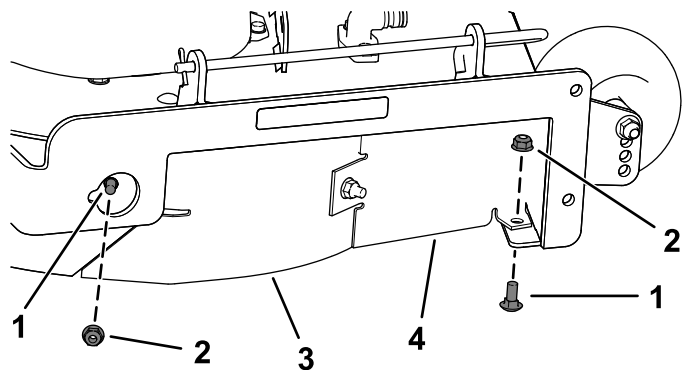

Рисунок 13
7. Отверните 2 каретных болта (5/16 x 3/4 дюйма) и 2 контргайки (5/16 дюйма), которые крепят собранный узел правого дефлектора с ограждением дефлектора к деке газонокосилки (Рисунок 13).